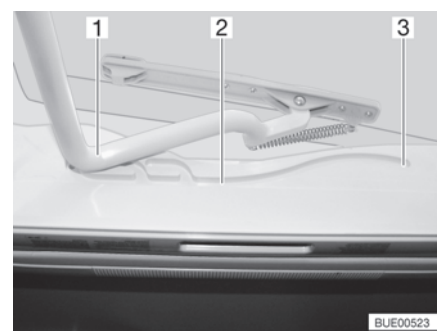

Fig. 80 Lanterneau Heki, glissière
- Tirer l'étrier (Fig. 80,1) dans les glissières (Fig. 80,2) jusque dans la position la plus reculée (Fig. 80,3).
- Pousser l'étrier (Fig. 80,1) légèrement vers le haut avec les deux mains.
- Tirer l'étrier dans les glissières (Fig. 80,2) jusqu'à la position souhaitée.